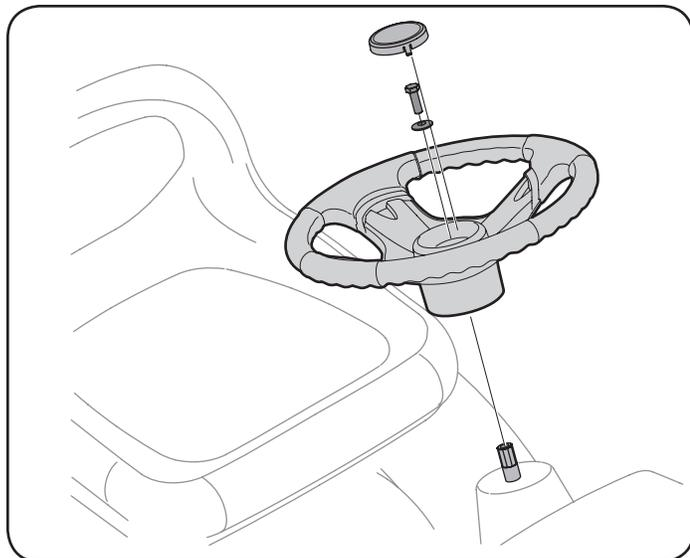

Figure 3
2. Coloque la arandela (con la parte ahuecada hacia abajo) sobre el volante y segura con el tornillo hexagonal. Véase la Figure 3.